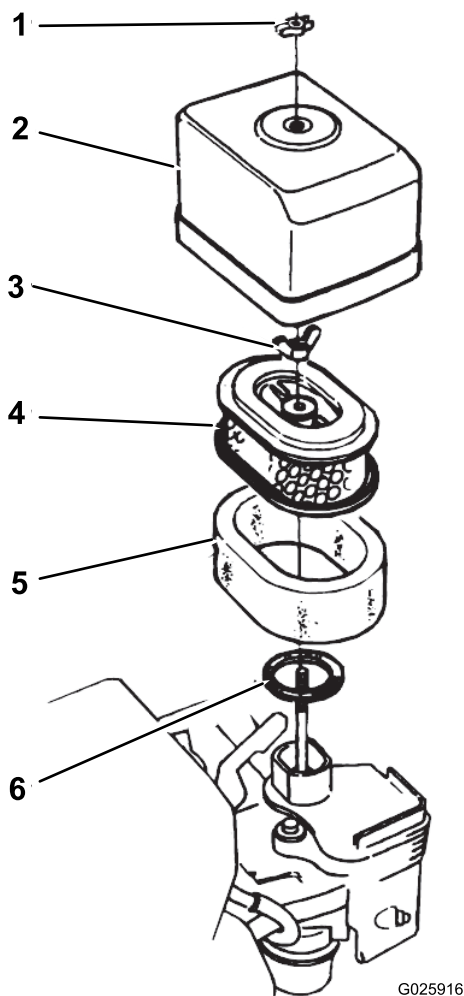

图 31
2. 拧掉将空气滤清器盖固定到空气滤清器上的蝶型螺帽然后取下滤清器盖 图 31。
5. 用蝶形螺母将空气滤清器盖安装到空气滤清器上 图 31。
1. 拧掉将空气滤清器盖固定到空气滤清器上的蝶型螺帽然后取下滤清器盖 图 31。
2. 从空气滤清器上卸下蝶型螺帽然后取出滤清器 图 31。
3. 从纸质滤芯上取下泡沫空气滤清器滤芯 图 31。
1. 将泡沫空气滤清器滤芯安装到纸质滤芯上 图 31。
2. 检查垫片是否磨损和损坏 图 31。
3. 确保垫片放置在化油器的进气室上 图 31。
4. 用蝶型螺母将空气滤清器滤芯安装到化油器 图 31。
5. 用另一个蝶型螺母将空气滤清器盖安装到化油器 图 31。